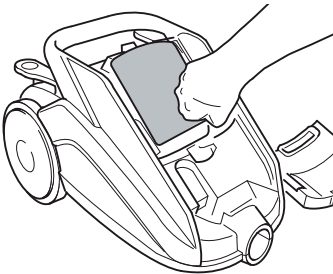

Abb. 28
Der **Motorschutzfilter (Abb. 28)** verhindert, dass größere Partikel den Motor beschädigen.
4. Entnehmen Sie den Motorschutzfilter samt Halterung an der dafür vorgesehenen Lippe rechts unten aus der Filter-Konsole (Abb. 28).